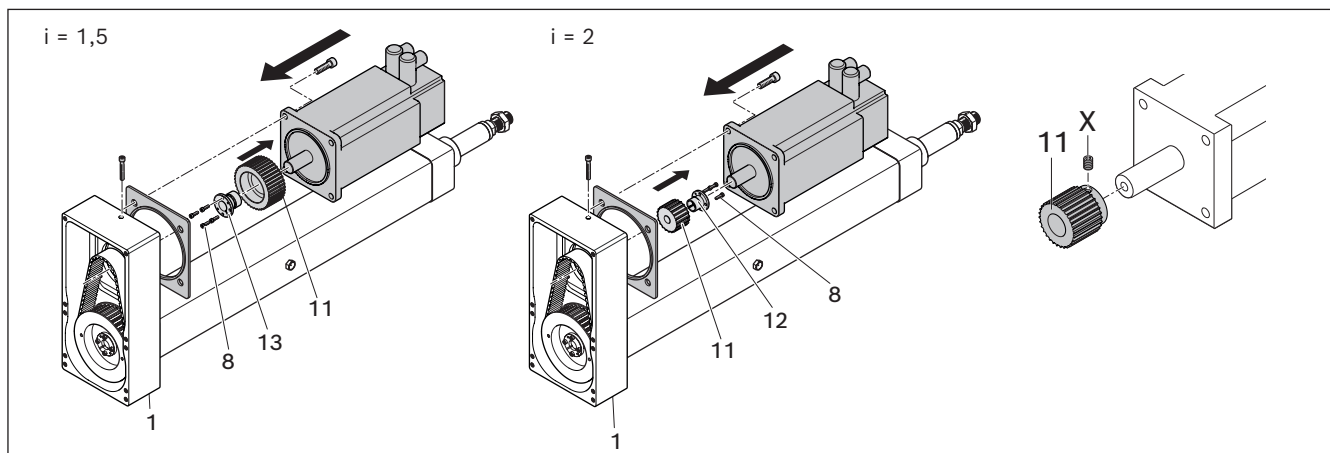

Fig. 23: Motor und motorseitiges Riemenrad montieren, $i = 1,5$ und $i = 2$
6. Abstand **A** zur Grundplatte **(1)** einstellen ➡ Fig. 23, Tabelle 15
2. Abstand **C** einstellen ➡ Fig. 23, Tabelle 15